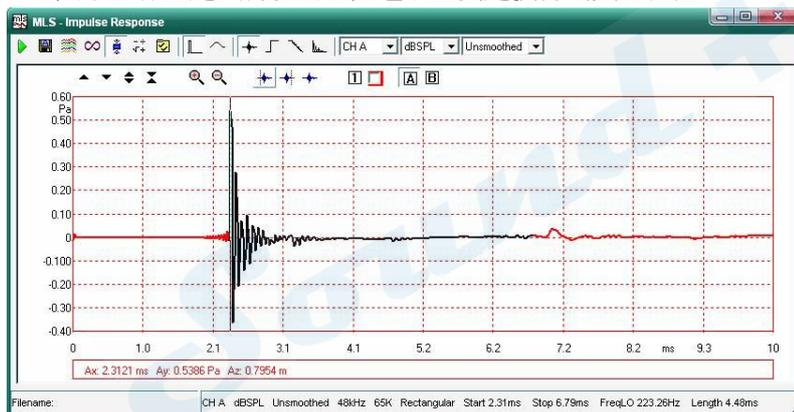

图9-19
- 9) 剔除信号的延时，即在时域界面进行脉冲信号的前延时剔除，操作同上节5)操作获得如图9-19 约2.3~6.7 毫秒的有效时域，进行相位FFT 运算。